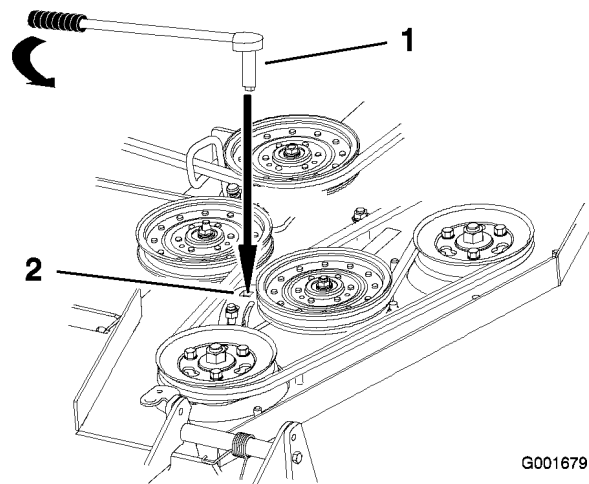

Figura 50
7. Introduzca una llave de carraca con extensión corta en el taladro cuadrado del brazo de la polea tensora fija (Figura 50).